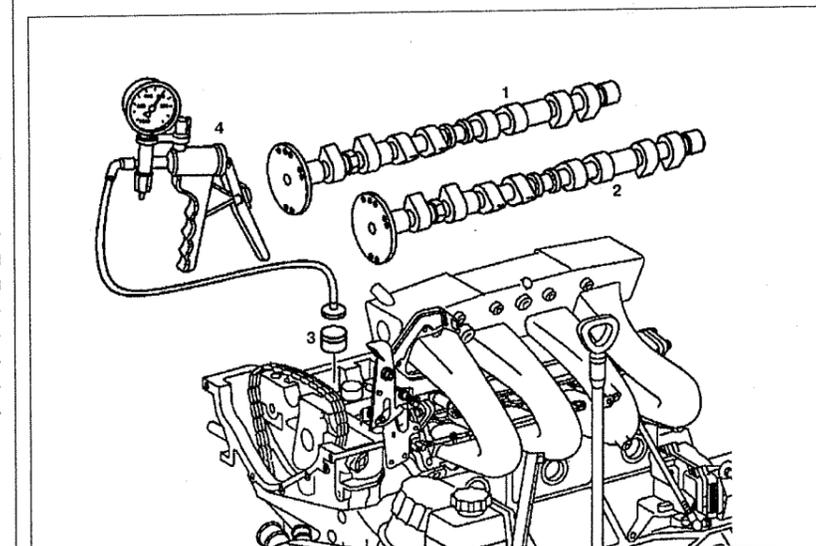

Рис. 2.35. Снятие гидрокompенсатора с помощью ручного вакуумного насоса:
4. Снимите гидрокompенсатор 3 с помощью ручного вакуумного насоса 4. Не применяйте для снятия магнит (см. рис. 2.35).